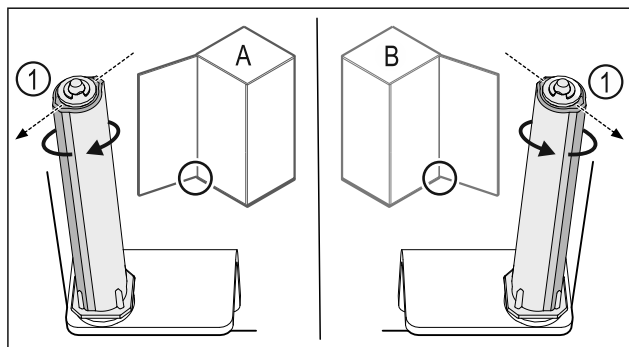

Fig. 36 Linkeraanslag (A) / rechteraanslag (B)
- Sluitsysteem tegen de weerstand in draaien, tot de stang van het sluitsysteem Fig. 36 (1) naar buiten wijst.